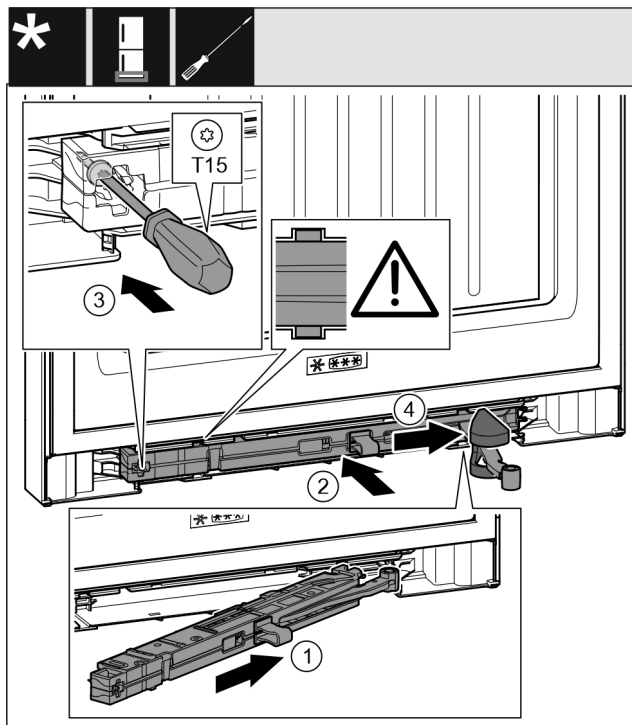

Fig. 44
- ▶ Schließdämpfereinheit auf der Lagerbockseite bis zum Anschlag schräg in die Aussparung schieben. Fig. 44 (1)
- ▶ Schließdämpfereinheit vollständig in Aussparung schieben. Fig. 44 (2)
- ▶ Schraube mit einem Schraubendreher T15 festschrauben. Fig. 44 (3)
- ▶ Abdeckung über Gelenk schieben. Fig. 44 (4)